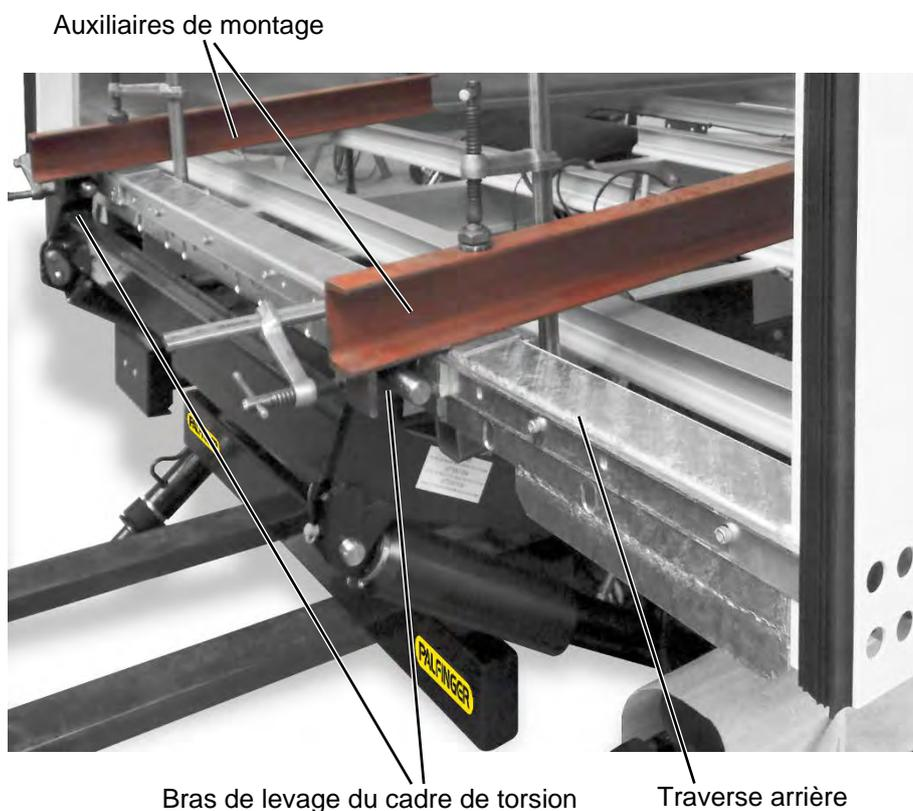

Figure 15 : Boulonnage du mécanisme de levage et de l'auxiliaire de montage
- ▶ Boulonnez le mécanisme de levage avec l'auxiliaire de montage (voir Figure 15).